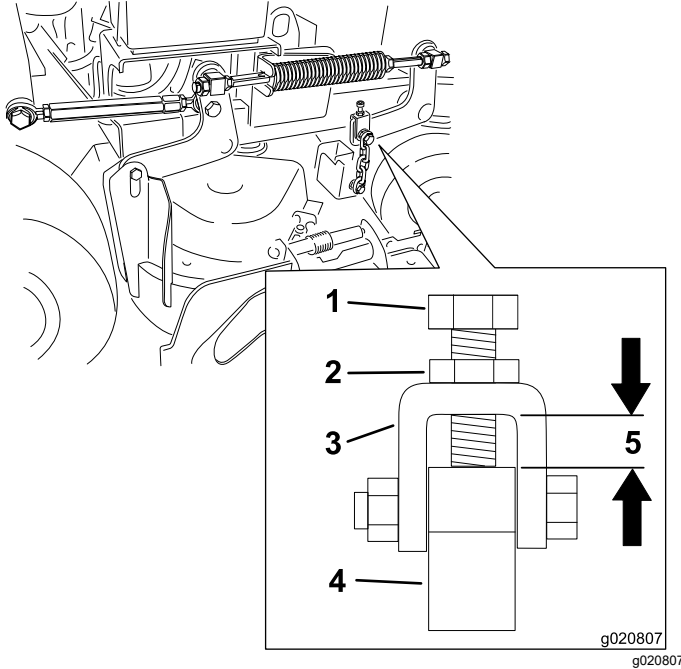

Figure 79
Remarque: L'écart doit être de 11 mm (7/16 po), comme montré à la Figure 79.
- Desserrez l'écrou de blocage et ajustez le boulon de réglage de sorte à obtenir la distance correcte, comme montré à la Figure 79.